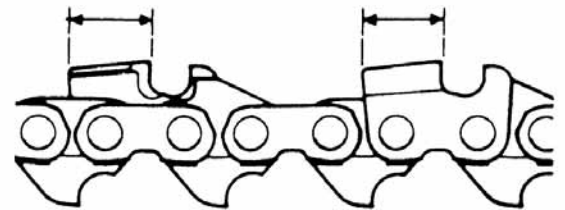

Fig. 4-6
- 5) Tenere tutte le maglie della stessa lunghezza. (Fig. 4-6)